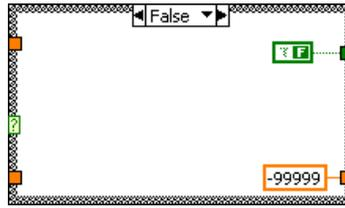

Figure 1.4
2. Completar el caso **False** de la Estructura **Case**, mostrado en la Figure 1.4.